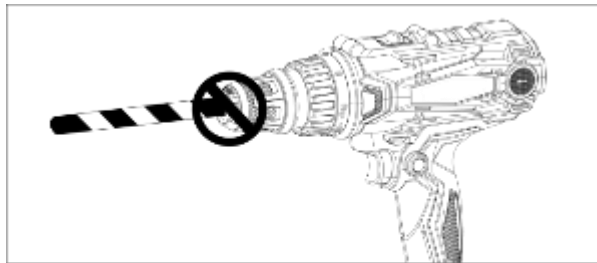

Рисунок 3. Неправильная установка оснастки.
**ЗАПРЕЩЕНО!** Никогда не закрепляйте оснастку как показано на рисунке рис. 3. Оснастка должна быть зафиксирована ровно и всеми губками патрона одновременно.